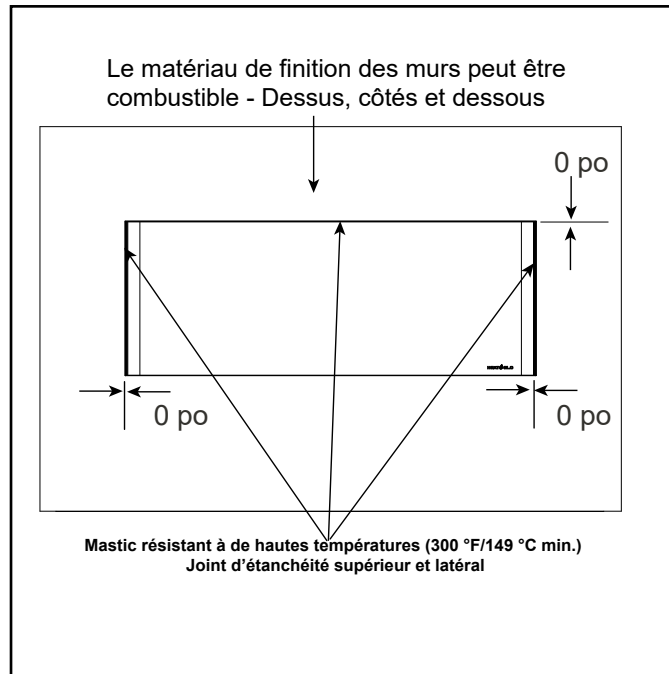

Figure 10.1 Schéma du revêtement incombustible
- Scellez les espaces entre le mur fini et les faces du dessus et des côtés de l'appareil en utilisant un produit d'étanchéité prévu pour une température de 150 °C (300 °F) minimum. Consultez les figures 10.1 et 10.2.
- D'autres matériaux de finition non combustibles tels que le granit, la pierre ou le carrelage peuvent être installés. Voir la figure 10.1.
1. **Étape 1 :** Remplissez tous les espaces et les joints entre les pièces de cloison sèche avec un composé à joints à prise chimique d'usage général, tel que le composé à joints Durabond® 45 fabriqué par USG (marque Sheetrock®), recommandé par Hearth & Home Technologies. Utilisez un couteau à cloisons sèches pour presser fermement sur le composé à joint dans les espaces. Voir la figure 10.1. Laissez sécher ces joints.